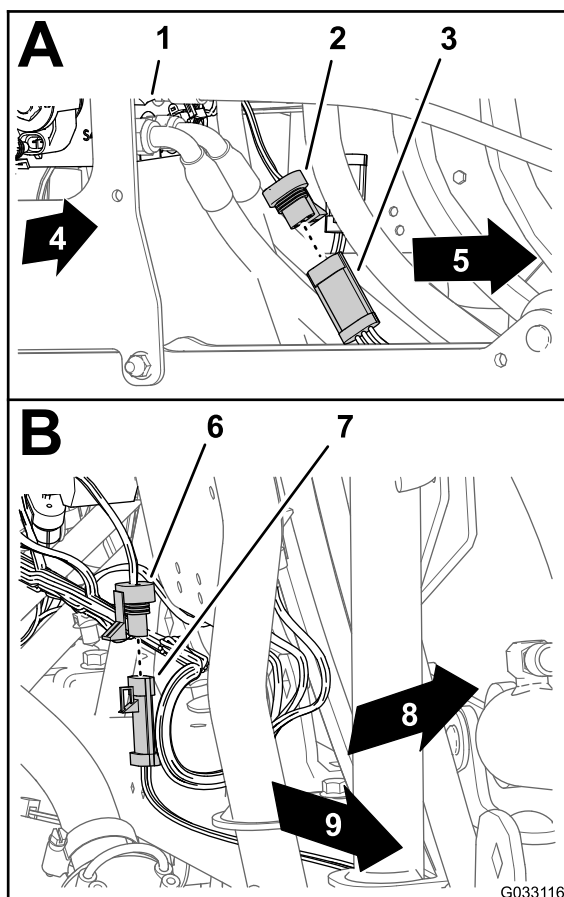

Рисунок 178
1. Подсоедините 3-гнездовой разъем жгута проводов ультразвукового выравнивания стрелы к 3-штыревому разъему кабеля правого ультразвукового датчика (Рисунок 178).
2. Подсоедините 3-гнездовой разъем жгута проводов ультразвукового выравнивания стрелы к 3-штыревому разъему кабеля левого ультразвукового датчика (Рисунок 178).